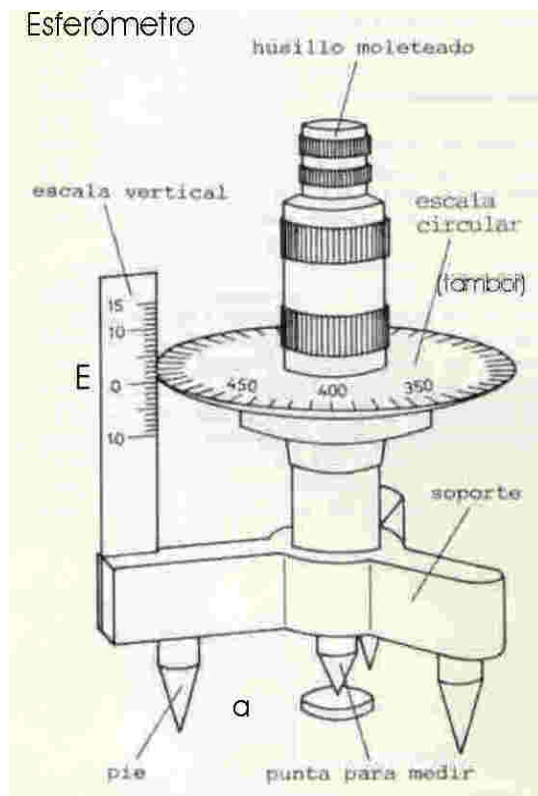

Fig. 1-5
- 4) Baje cuidadosamente el tornillo hasta que su extremo entre en contacto con la superficie superior de la pieza y haga la lectura correspondiente, Fig.1-5.